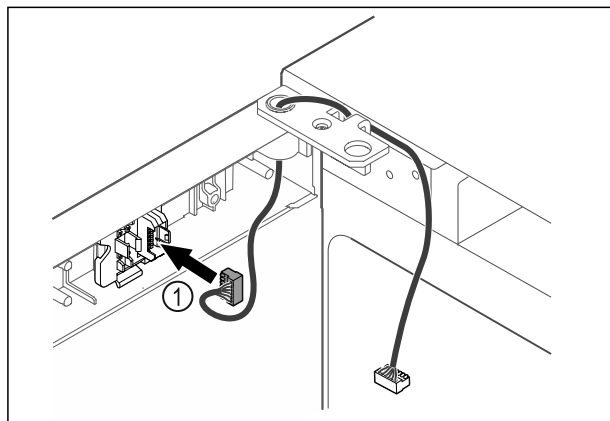

Fig. 44
- ▶ Vtič Fig. 44 (1) vstavite v držala vtiča.